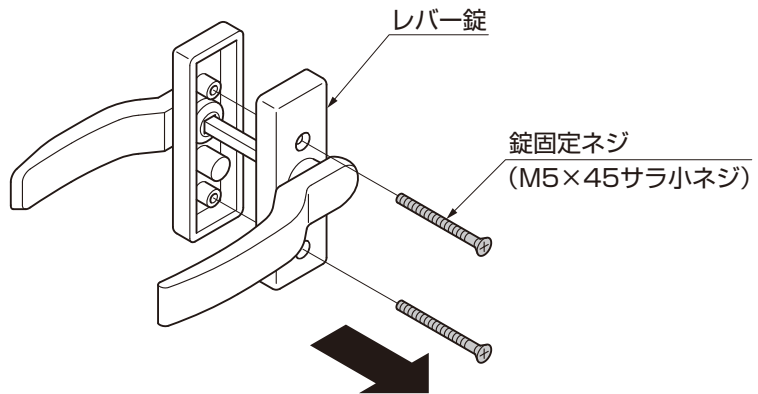

図3-1
- ①「錠固定ネジ」をレバー錠から取外してください。(図3-1参照)